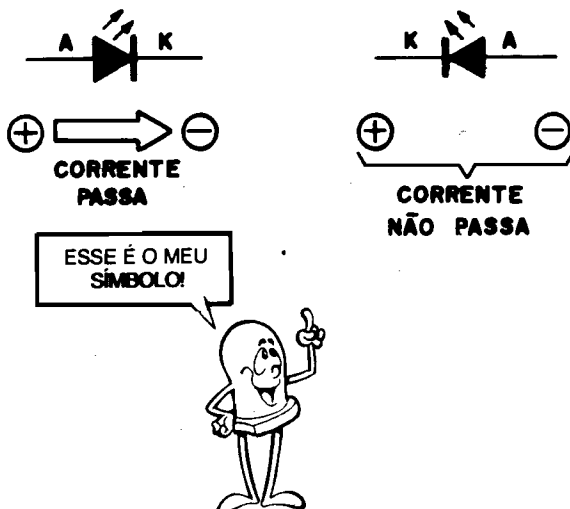

Fig. 4
- O componente pode ser classificado como uma fonte de “luz fria” (ao contrário de uma pequena lâmpada incandescente comum, sob funcionamento normal - e dentro de seus parâmetros - o LED **não aquece**). Trabalha sob princípios semi-condutores (veremos isso em Lição específica) e forma uma espécie de “caminho de mão única” para a corrente elétrica (fig. 4).
- FIG. 4. Quando polarizado em sentido direto, ou seja: quando **fazemos** com a que a corrente “atravesse” o LED com o **positivo** aplicado ao seu terminal de anodo (A) e o **negativo** ao seu terminal de catodo (K), o componente permite o trânsito da corrente e... **ilumina-se** (emite luz). Polarizado em sentido inverso, a corrente “não passa”, e o componente não emite luz.